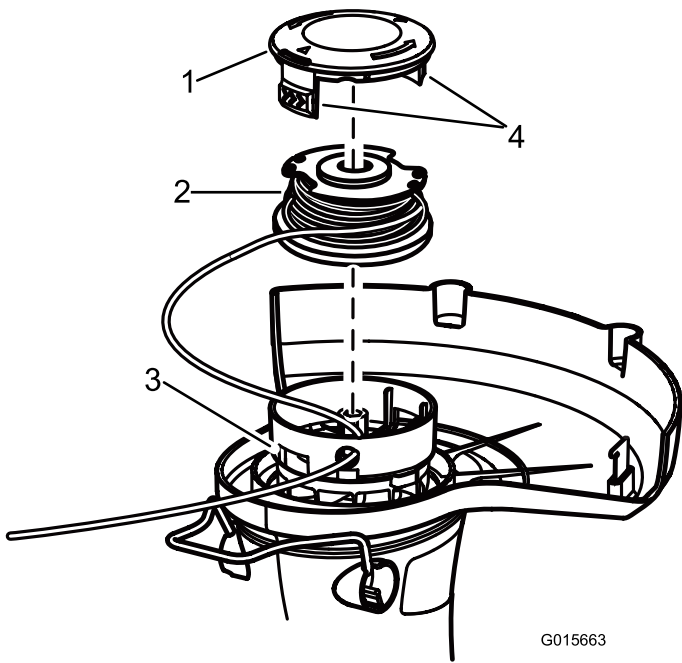

Figure 15
2. Appuyez sur les languettes de chaque côté du chapeau de fixation de la bobine (Figure 15).
- Retirez la bobine. Voir Remplacement de la bobine (Figure 15).